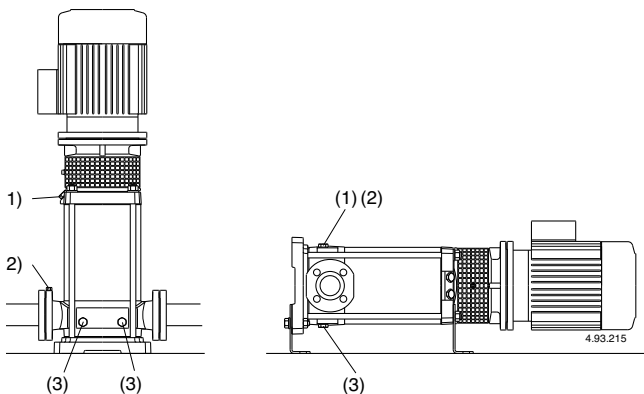

Рис. 3 (1) Наполнение и отдушина
При положении насоса **выше уровня перекачиваемой жидкости** (работа в режиме всасывания, **рис. 2А**) или при недостаточной высоте напора (менее 1 м) для открытия обратного клапана наполните всасывающую трубу и насос через соответствующее отверстие (1) (**рис. 3**).
Во время наполнения винт со штифтом (14.17) в сливной пробке (14.12) должен быть откручен, чтобы имелось соединение между камерой подающей части и камерой всасывающей части (**рис. 3а**).
Рис. 3а Наполнение:
Рис. 3б При работе: внутренний
(2) Отдушина на всасывании
(3) Слив
При работе **под гидравлическим напором** (**рис. 2В**) наполняйте насос, медленно открывая задвижку на всасывающей трубе до полного раскрытия; при этом, задвижка в подающей трубе и отдушины (1) и (2) должны быть полностью открыты (**рис. 3**), чтобы выпустить воздух.
Закройте отдушину (1) и (2) (рис. 3).
Для MXV-B, MXV(L) 25-32-40 и MXV(L)4 25-32-40 Затяните игольчатый винт (14.17) в сливной заглушке (14.12) (рис. 3б) и закройте отверстие для выпуска воздуха (14.04).
Если заливка прерывается (непостоянный поток на подаче при открытых задвижках) или если давление на манометре колеблется, провести повторный выпуск воздуха на всасывании (2), проверить герметичность всех соединений всасывающей трубы и крепко затянуть выпускную заглушку (2) и сливные заглушки (3) со стороны всасывания (рис. 3).
По возможности, как в случае временной работы с грязными жидкостями, прокачайте через насос немного чистой воды для удаления осадков. Либо, после слива воды, промыть насос, залив не менее 40 л чистой воды в заливочное отверстие (1) со стороны подачи и дав ей выйти через сливное отверстие (3) со стороны всасывания (рис. 3).
При продолжительных простоях, когда существует опасность замораживания, необходимо слить из насоса всю жидкость. Снять обе заглушки (14.12.) – поз. 3, рис. 3.
Перед разборкой насоса закройте задвижки на всасывании и подаче и слейте жидкость из корпуса насоса (рис. 3).